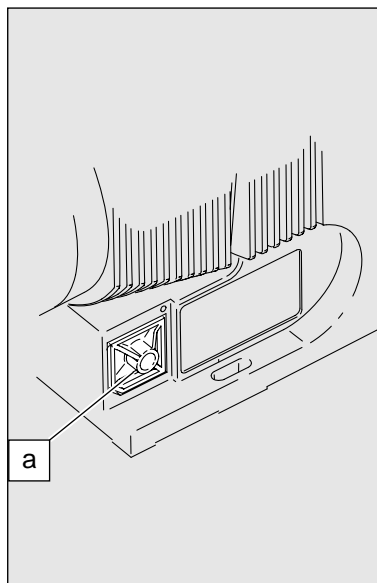

Fig. 15
- Posez la gamma/ L sur un support solide avec le cache prédécoupé pour le relais (voir fig. 15 : a) dirigé vers le haut.